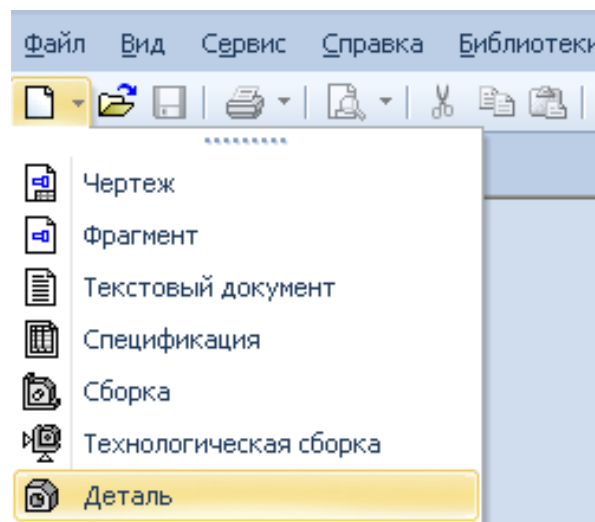

Рис. 3.4.1
1. Створити документ «Деталь» (рис. 3.4.1).